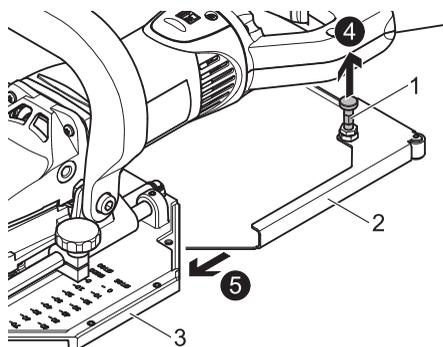

Abb. 15: Schutzgehäuse für Eckenschnitt montieren
4. Den Rastbolzen (1) nach oben ziehen (→ Abb. 15: Schutzgehäuse für Eckenschnitt montieren; Seite 34).
5. Das Schutzgehäuse (2) von hinten bis zum Anschlag auf die Führungsplatte (3) aufschieben (→ Abb. 15: Schutzgehäuse für Eckenschnitt montieren; Seite 34).
6. Den Rastbolzen (1) einrasten lassen (→ Abb. 15: Schutzgehäuse für Eckenschnitt montieren; Seite 34).